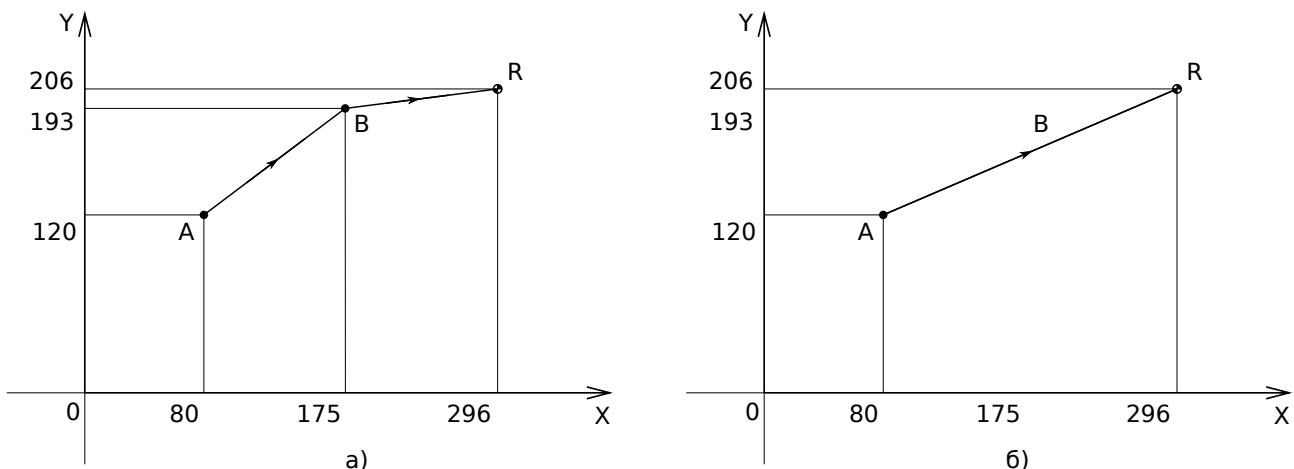

Рис. 2.7.1: Примеры выхода в базовую позицию X=206, Y=296
**Пример.** Выход в базовую позицию по G90 (рис. 2.7.1, а)
**Пример.** Выход в базовую позицию по G91 (рис. 2.7.1, б)
**Пример.** Выход в основную позицию без промежуточной точки (рис. 2.7.1, б)